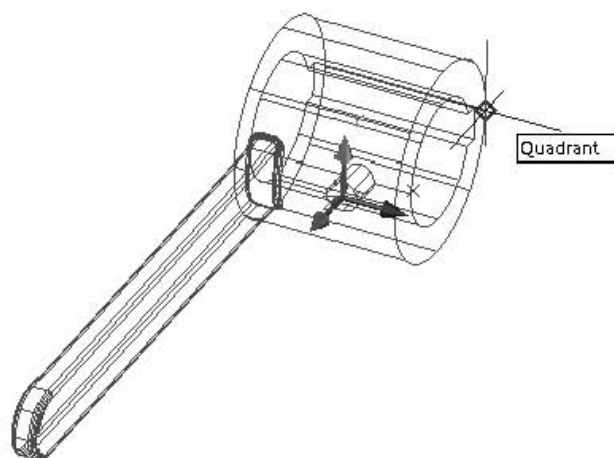

Рис. 12.59. Выбор второй точки на ручке
6. Вторую точку укажите с привязкой **Квадрант (Quadrant)** — квадрант окружности нижнего основания со стороны шпоночного паза (рис. 12.59):